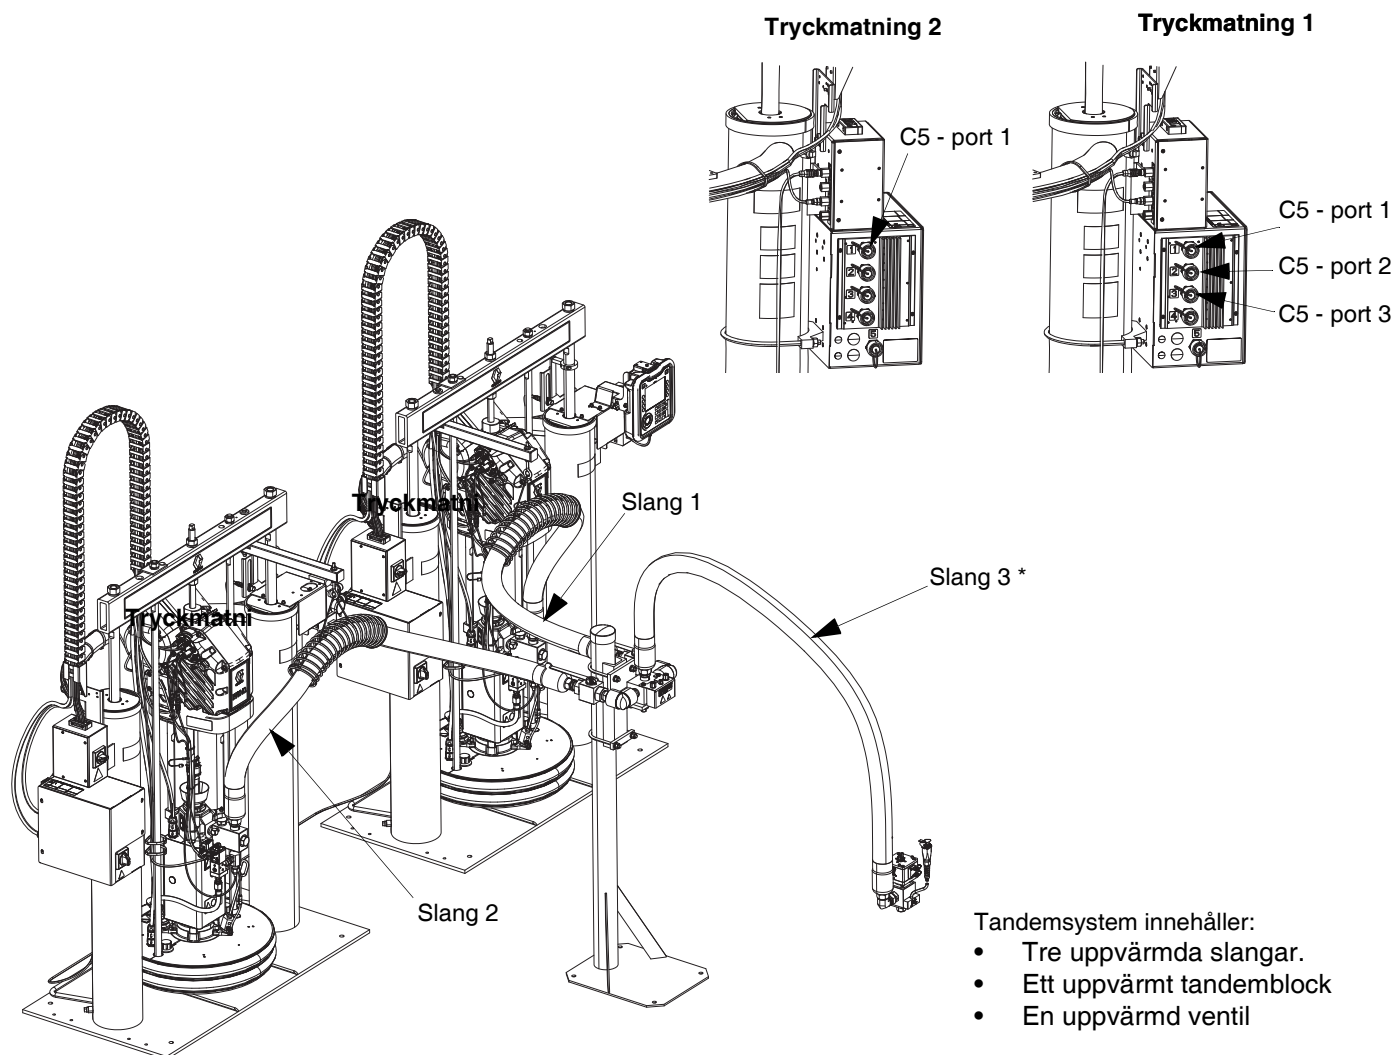

FIG. 26
- Uppvärmad ventil - kvadratisk elektrisk anslutning från slang 4 till axiell utmatningsventil (B).
- Uppvärmtd tandemblock - kvadratisk elektrisk anslutning från slang 1 eller slang 2 till uppvärmt tandemblock (R). Se FIG. 26.